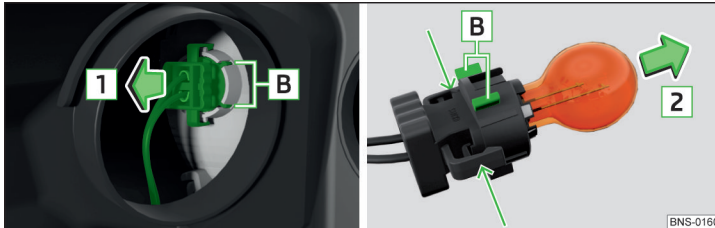

Abb. 371 Glühlampe für Blinklicht vorn wechseln
- › Die Fassung mit der Glühlampe mit Wackelbewegungen in Pfeilrichtung **1** » Abb. 371 herausziehen.